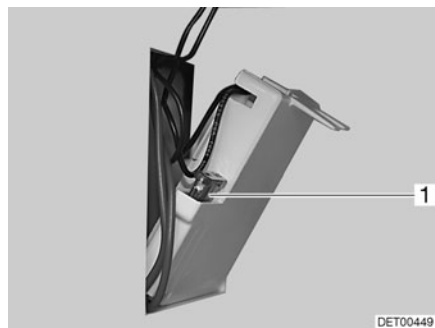

Fig. 150 Fusible des toilettes Thetford
- Changer le fusible (Fig. 150,1).